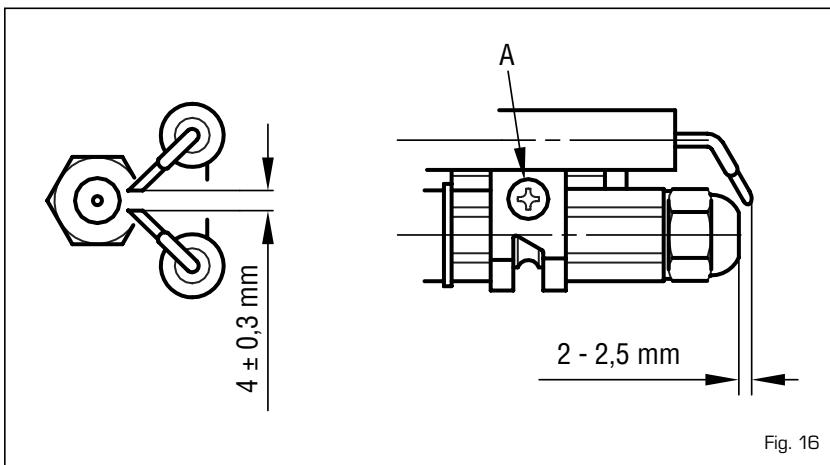

Fig. 16
Pour nettoyer la tête de combustion agir comme suit [fig. 16]:
- Desserrer la vis de fixation (A fig. 16) du support des électrodes et l'enlever.